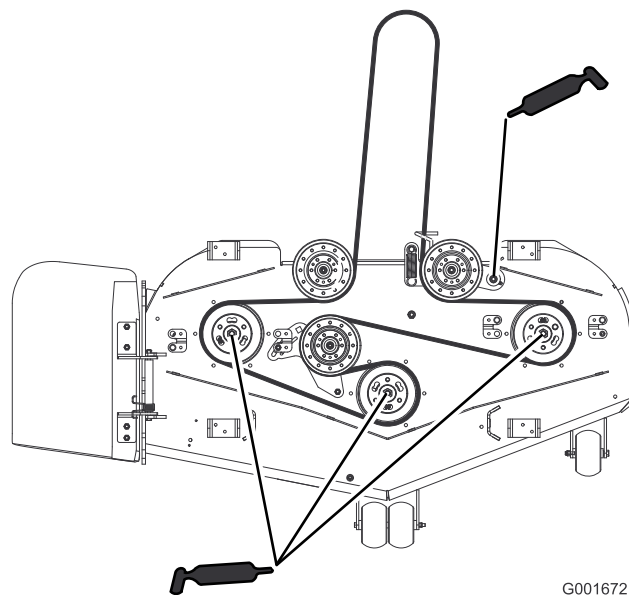

Figura 31
4. Engrase los tres cojinetes de los ejes debajo de las poleas hasta que rezume grasa de las juntas inferiores (Figura 31).
5. Engrase el brazo tensor de la plataforma del cortacésped (Figura 31).